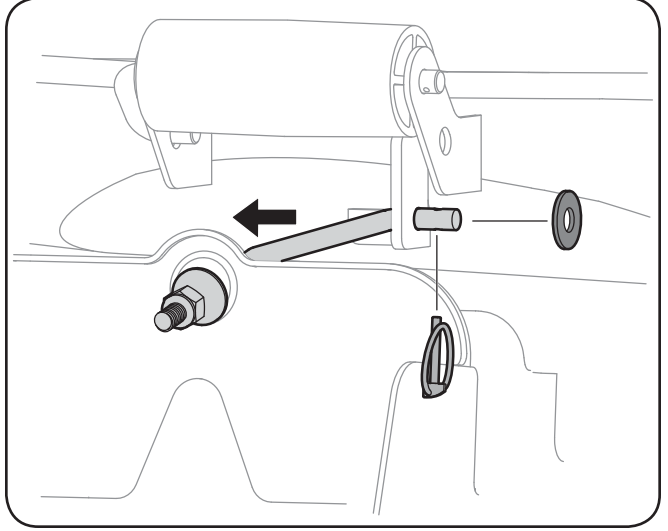

Figure 7-5
10. Dégagez la goupille fendue de l'extrémité de la tige de stabilisation et dégagez celle-ci du support d'accrochage du plateau de coupe. Voir la Figure 7-5.